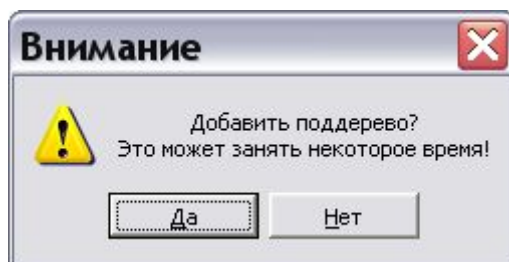

Рис. 8.43
4. Выберите «Да» в окне запроса на подтверждение добавления (Рис. 8.43).